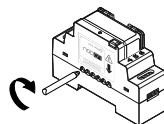

figure 2
- Vissez les 6 vis du module afin de fixer les deux éléments entre eux (voir figure 2).